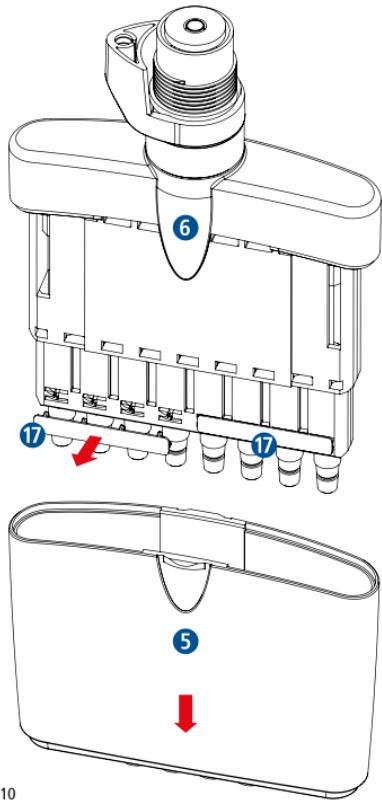

Fig.10
- Quite el casquillo de expulsión **5** aflojando/levantando la fijación **6** (Fig.10).